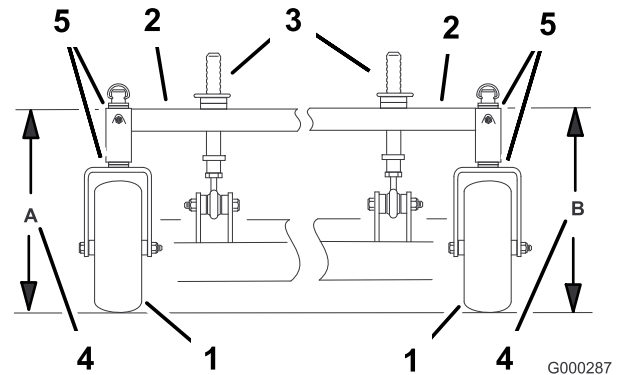

Figura 55
4. Meça a altura da estrutura de suporte no local A (Figura 55).
5. Meça a altura da estrutura de suporte no local B (Figura 55).